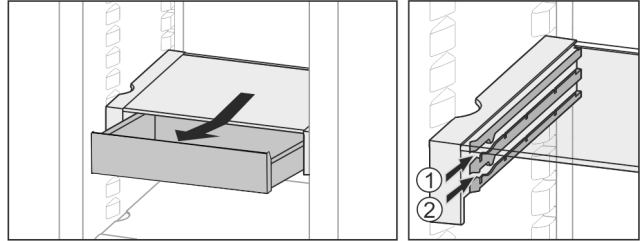

Fig. 30
- ▶ Työnnä se haluamallasi korkeudelle Fig. 30 (1) tai Fig. 30 (2).